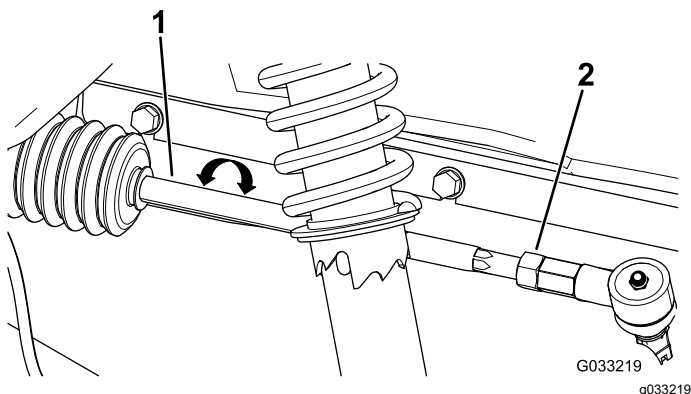

Bild 45
3. Wenn der Wert nicht zwischen 0-6 mm liegt, lösen Sie die Klemmmuttern am äußeren Ende der Spurstangen (Bild 45).